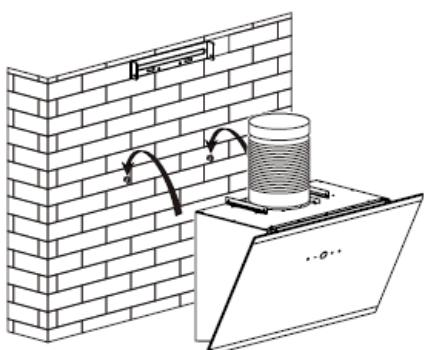

Bild 4
4. Hängen Sie die Dunstabzugshaube in der festen Position an die Wand, stellen Sie die Position der Dunstabzugshaube ein und befestigen Sie die Dunstabzugshaube mit 2 Stück ST4\*30mm Sicherheitsschrauben. Hinweis: Die beiden Sicherheitsöffnungen befinden sich auf der Rückseite des Gehäuses und haben einen Durchmesser von 6 mm. Siehe Bild 4&6.